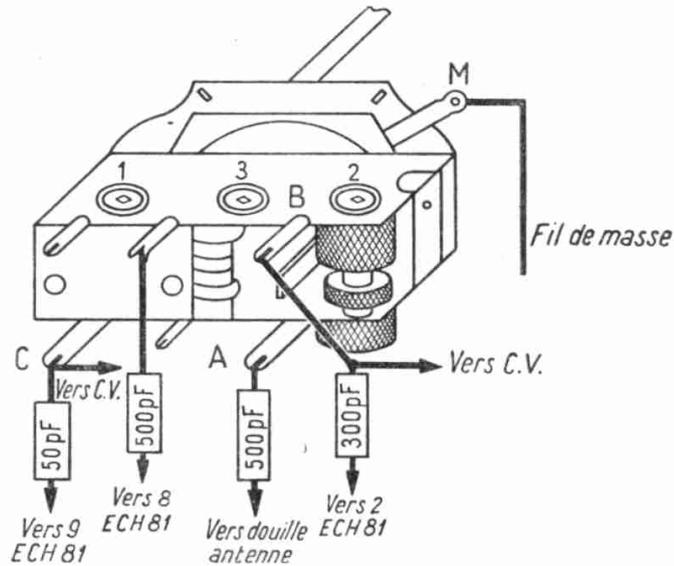

FIG. 47. — Branchement du bloc accord-oscillateur
- le bloc d'accord. Il y a *un dessus et un dessous*, voyez d'après la figure 47 qui le représente tel qu'on doit le voir en position de câblage ;
Nous passons au troisième stade de câblage, reportez-vous aux figures 47 et 48 et branchez :